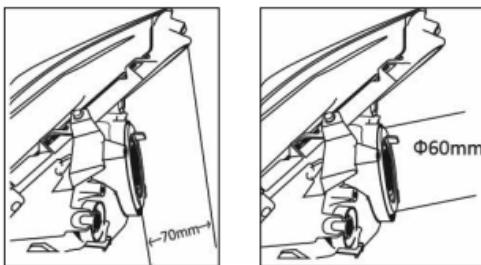

Figura 1
- Asegúrese de que hay un espacio de por lo menos 70 mm detrás del faro y que este tiene un diámetro de 60 mm, como se muestra en la figura 1.